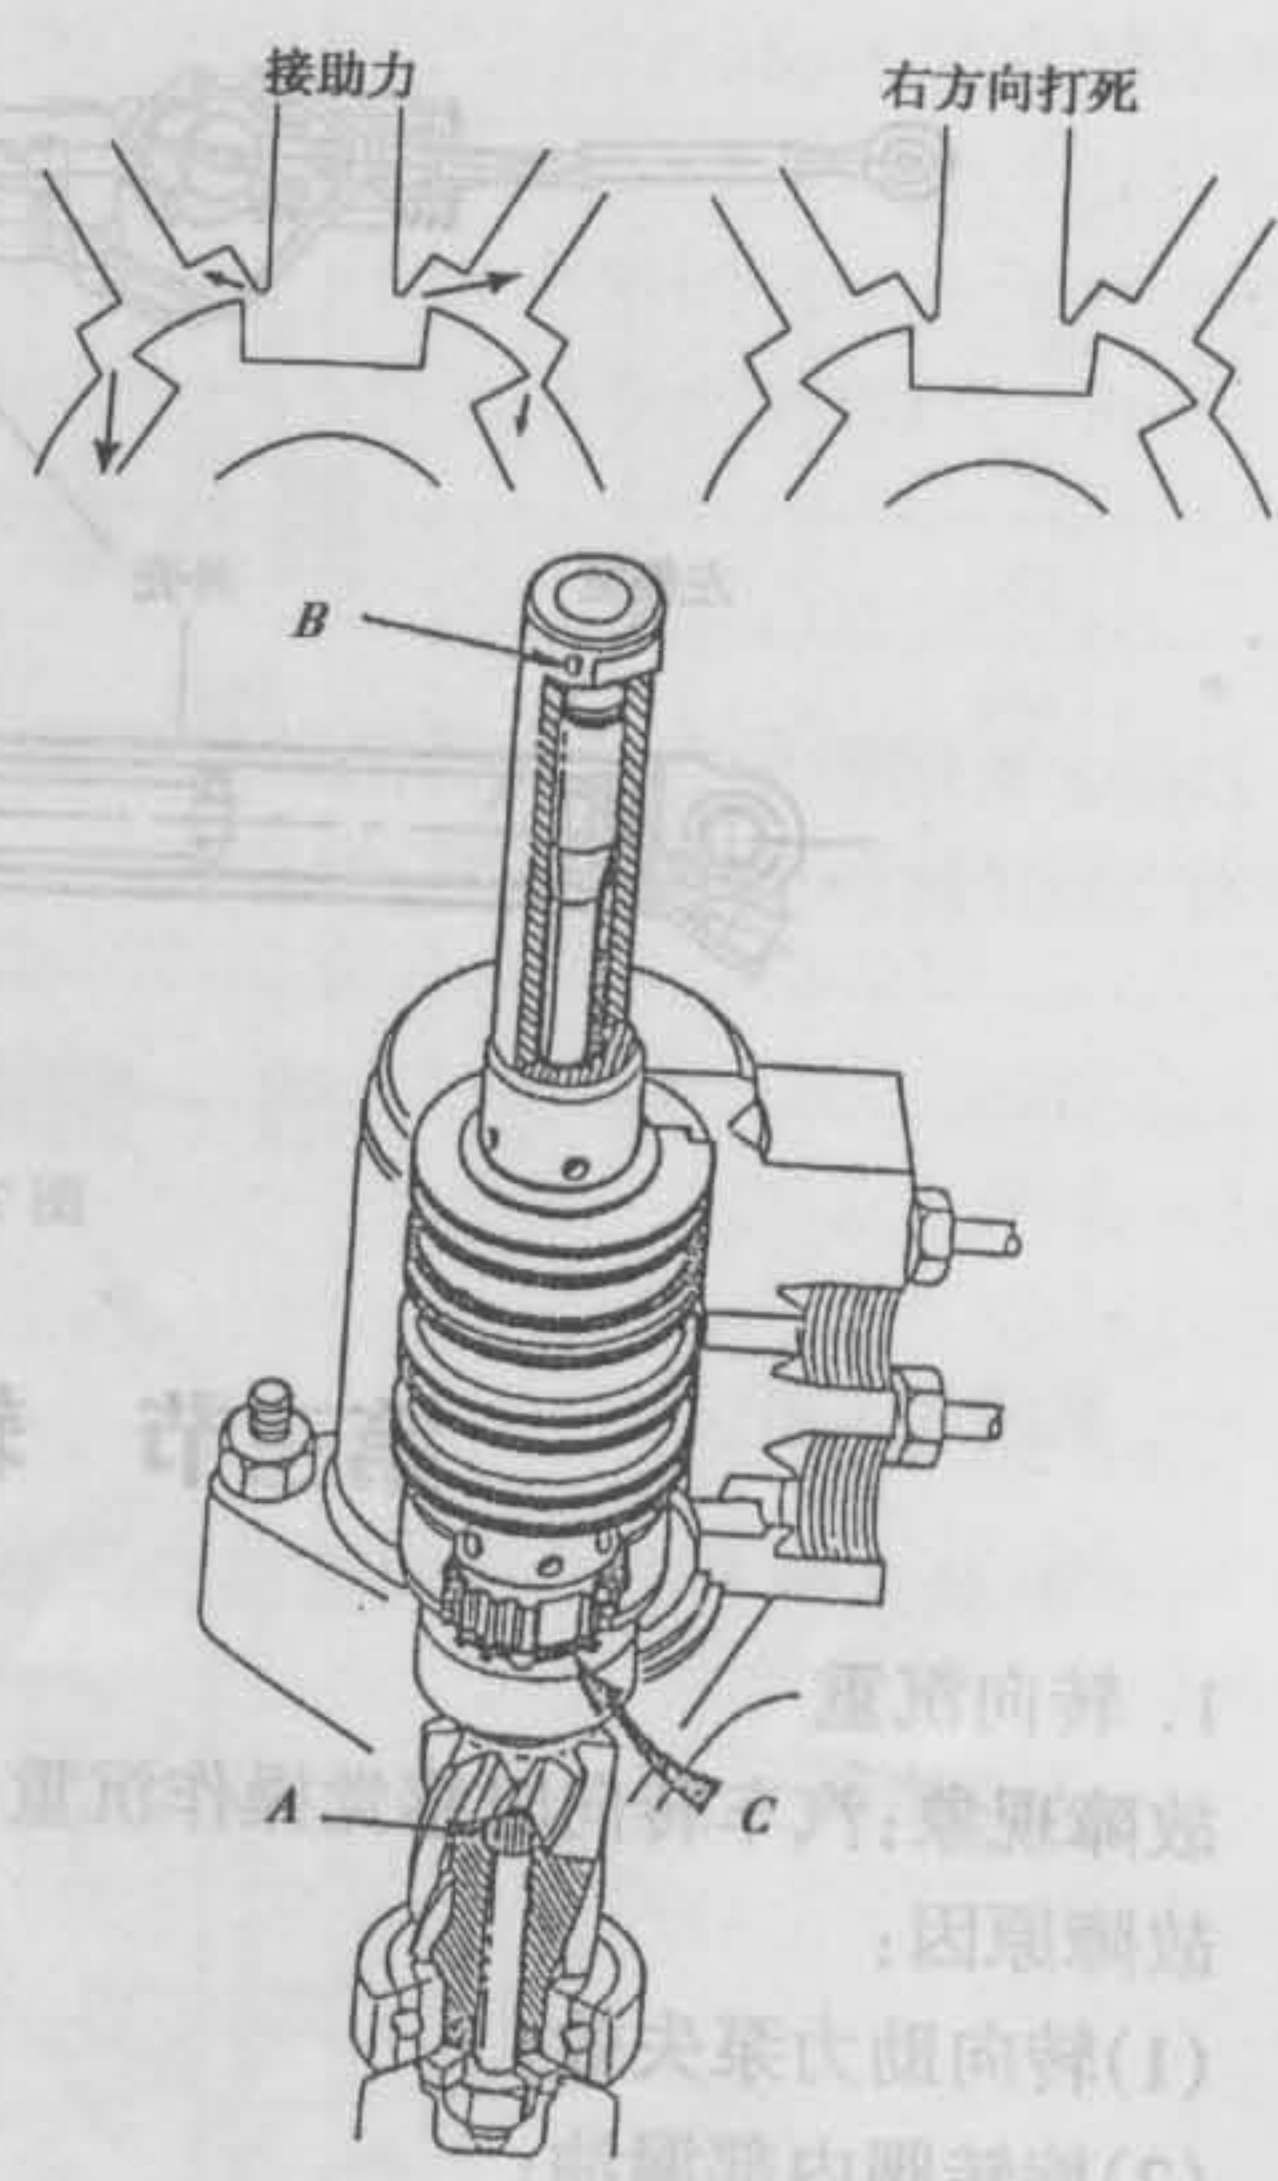

图 7-2-10
①三个与分配器两端环槽相通的纵槽,与容器相通。它们可以保证旋转阀的润滑。
②三个短槽可以使泵的压力与下列相通:在中间位置时,与油缸活塞两边及容器相通;当有力作用在转向盘上时,与油缸活塞两边一边开度增加,另一边减小,直至关闭。
3)平顺过渡,见图 7-2-10。